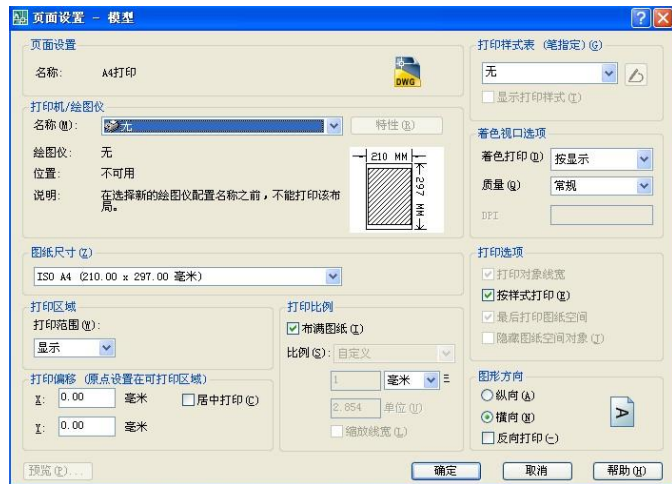

图 2-78 “页面设置-模型”对话框
(2) 模型空间打印输出。通过单击“文件”菜单→“页面设置管理器”命令，打开如图 2-76 所示的“页面设置管理器”对话框，单击“新建”按钮，在弹出的“新建页面设置”对话框的“新页面设置名”文本框中输入名称（默认设置为“设置 1”），如 A4 打印，如图 2-77 所示，单击“确定”按钮，弹出如图 2-78 所示的“页面设置-模型”对话框。在该对话框中，可以对打印设备、图纸尺寸、图形方向等进行相应设置。